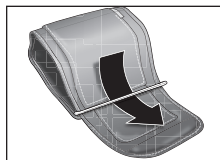
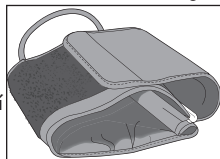

Fig. 1
Fig. 2
2. Con el texto en el interior del brazalete, ensarte el extremo del brazalete a través de la barra de metal, Fig. 1. El extremo del brazalete debe doblarse sobre sí mismo para asegurarlo mediante el cierre del gancho y el aro, Fig. 2.